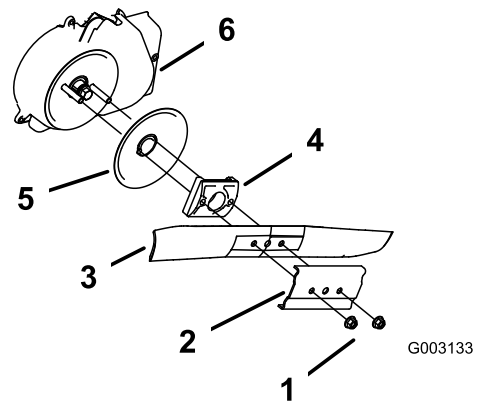

Bild 48
- Entfernen Sie die beiden Messermuttern und die Verstärkung (Bild 48).
- Entfernen Sie das Messer (Bild 48).
- Entfernen Sie den Messermitnehmer und die Antiskalpierscheibe (Bild 48).
- Entfernen Sie das Schutzblech des Systems zum Anhalten des Messers (Bild 48).
- Befestigen Sie das Messer und die Verstärkung mit den zwei zuvor entfernten Messermuttern (Bild 48).